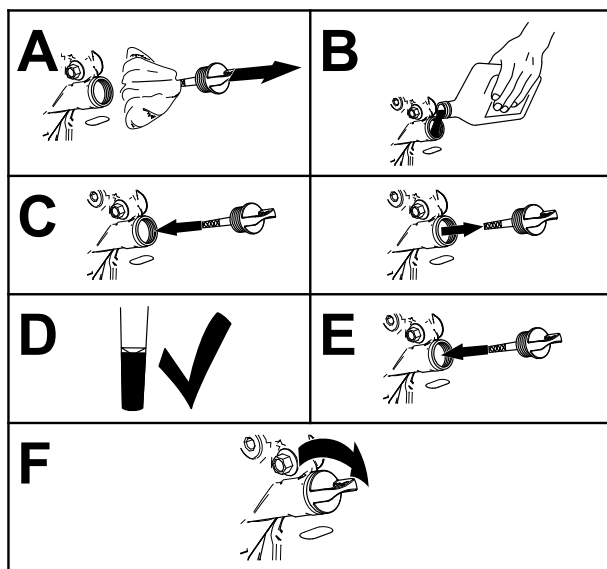

Figure 38
4. Versez lentement environ 80 % de l'huile spécifiée dans le tube de remplissage, puis faites l'appoint lentement pour faire monter le niveau jusqu'au repère maximum (Full) (Figure 38).